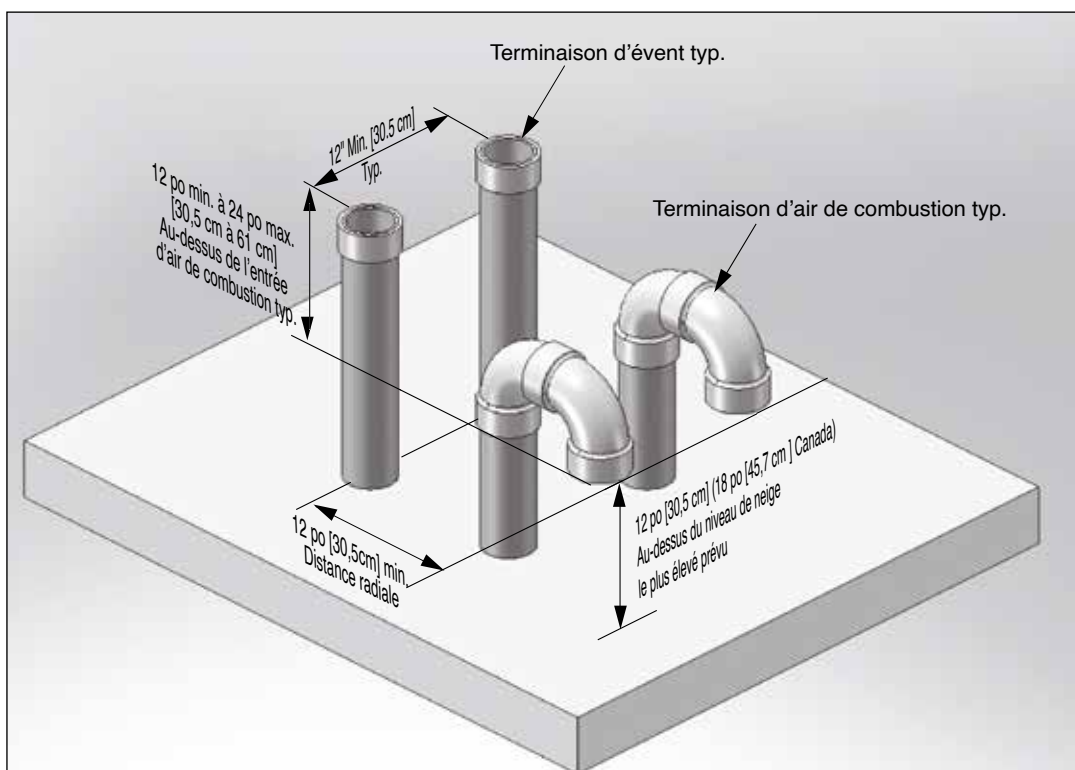

Fig. 5 - Ventilation directe - Terminaison verticale de plusieurs chaudières INSTINCT
2. La pénétration du toit par la tuyauterie d'air de combustion et de ventilation doit être telle que l'entrée d'air de combustion soit à un minimum de 12 po [30,5 cm] du tuyau de ventilation adjacent de l'autre chaudière, pour les installations aux É.-U., comme illustré à la *Fig. 5 en page 14*. Pour les installations au Canada, fournissez les dégagements exigés par la norme CAN/CSA B149.1.